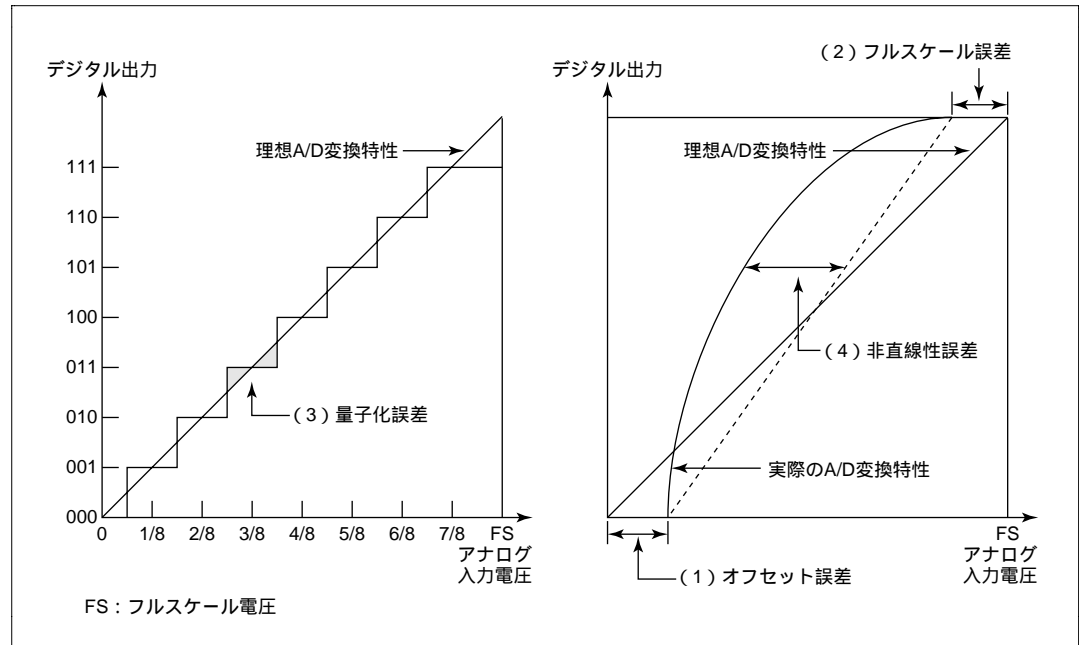

図 13.7 A/D 変換精度の定義
- (1) オフセット誤差
- (2) フルスケール誤差
- (3) 量子化誤差
- (4) 非直線性誤差
図 13.7 に沿って、上記 (1) ~ (4) の誤差を説明します。ただし、図ではわかりやすいように、10 ビットの A/D 変換器を 3 ビットの A/D 変換器に単純化しています。オフセット誤差とは、デジタル出力値が最小値（ゼロ電圧）0000000000（図では 000）から 0000000001（図では 001）に変化するときの、実際の A/D 変換特性と理想 A/D 変換特性との偏差（図 13.7 (1)）です。フルスケール誤差とは、デジタル出力値が 1111111110（図では 110）から最大値（フルスケール電圧）1111111111（図では 111）に変化するときの、実際の A/D 変換特性と理想 A/D 変換特性との偏差（図 13.7 (2)）です。量子化誤差とは、A/D 変換器が本質的に有する誤差であり、 $1/2\text{LSB}$ で表されます（図 13.7 (3)）。非直線性誤差とは、ゼロ電圧からフルスケール電圧までの間の実際の A/D 変換特性と理想 A/D 変換特性との偏差（図 13.7 (4)）です。ただし、オフセット誤差、フルスケール誤差、量子化誤差は含みません。